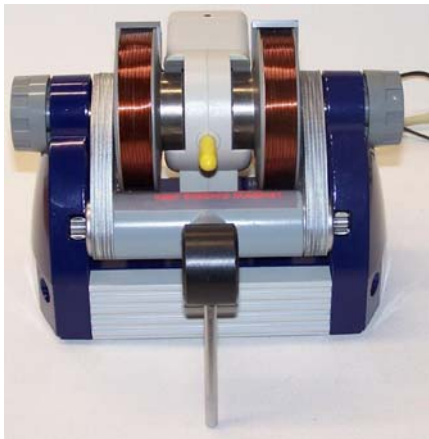

Fig. 9 Unidad básica con la muestra de glicerina
- Se inserta la muestra de glicerina (tapa amarilla) en el alojamiento para muestras (ver Fig. 9).